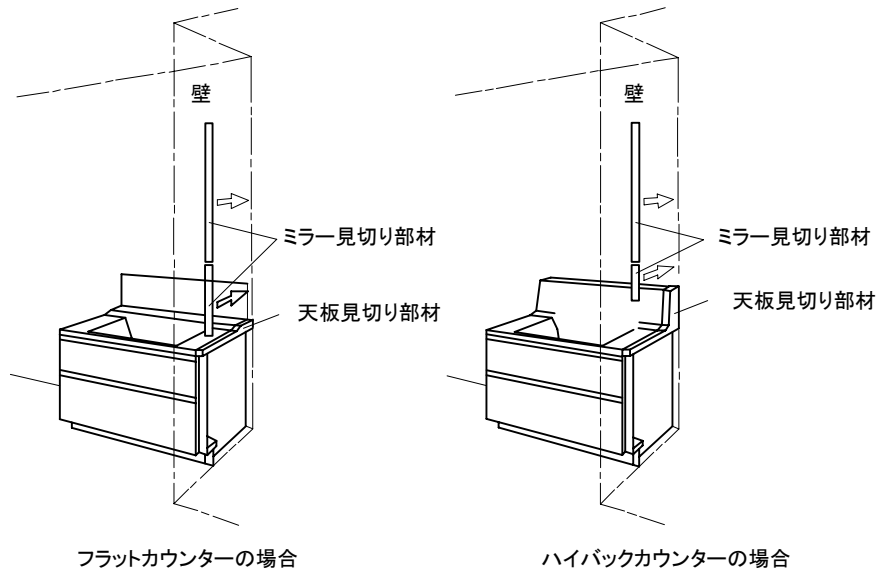

図12-15
③天板見切り部材の上に、ミラー見切り部材を貼付けてください。(図12-15)
④ミラーキャビネット、ウォールキャビネットを設置説明書にしたがって設置してください。